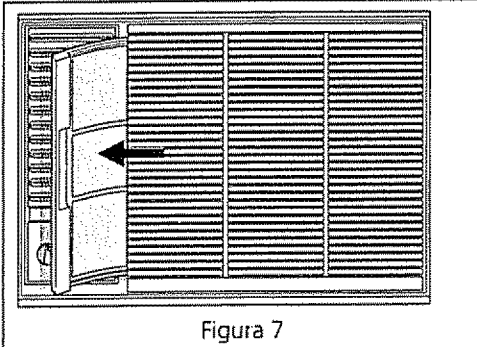

Figura 7
- Los modelos con rejillas de seis direcciones tienen un filtro deslizable. Tome la manija del filtro y tírelo del panel frontal (Figura 7).